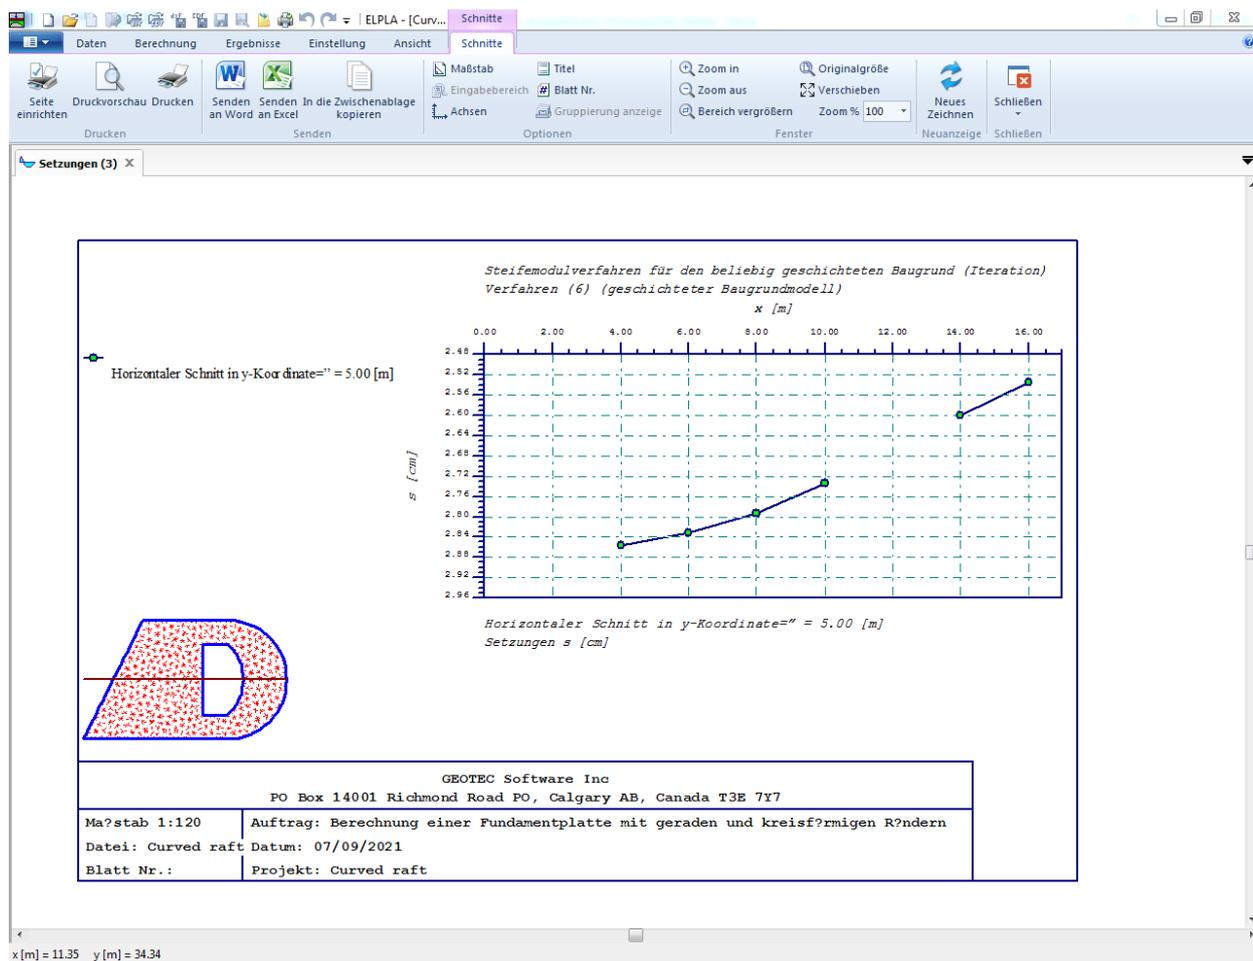

Bild 10.41 Diagramm der Setzungen in x-Richtung in der Mitte der Platte
- Klicken Sie auf "OK". Die Setzungen werden in einem Diagramm dargestellt (Bild 10.41)